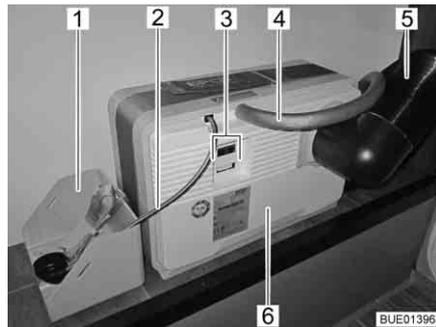
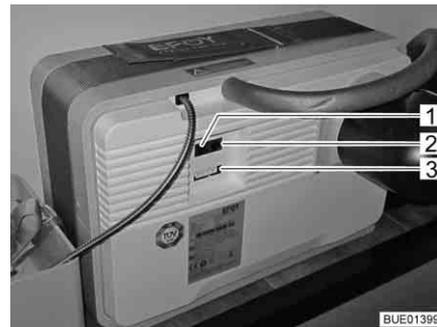
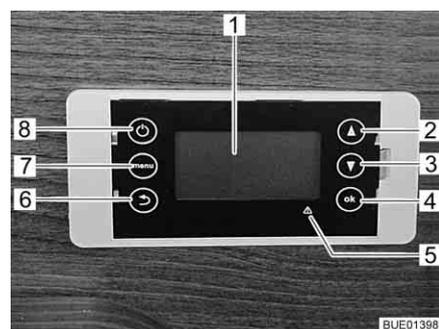

Fig. 155 Pila a combustibile con cartuccia del serbatoio
Fig. 156 Campo di collegamento pila a combustibile
Fig. 157 Centralina di controllo per pila a combustibile
La pila a combustibile è composta da diversi componenti che sono montati nel gavone di coda (Fig. 155) e da una centralina di controllo (Fig. 157) posto nel vano abitabile.
Sulla pila a combustibile (Fig. 155,6) si trovano:
- il collegamento per il tubo di scarico (Fig. 155,4) o l'apertura di rifornimento per il fluido di servizio
- il condotto del calore disperso (Fig. 155,5)
- collegamenti elettrici (Fig. 155,3) con interfaccia dati (Fig. 156,2), collegamento dell'apparecchio (Fig. 156,3) e collegamenti per il pannello di controllo (Fig. 156,1)
Alla pila a combustibile appartiene una cartuccia del serbatoio che viene collegata tramite il relativo collegamento (Fig. 155,2) alla pila a combustibile (Fig. 155,6).
La cartuccia del serbatoio è fissata al rispettivo supporto (Fig. 155,1).
La pila a combustibile carica automaticamente le batterie del vano abitabile non appena la loro tensione scende sotto i 12,3 V e la pila a combustibile viene attivata tramite il tasto On/Off (acceso/spento) (Fig. 157,8).
Il display (Fig. 157,1) della centralina di controllo è a quattro righe.
Il tasto Menu (Fig. 157,7) consente di richiamare il menu principale:
In caso di guasti l'indicazione di guasto in rosso (Fig. 157,5) si accende e sul display viene visualizzato un avviso. L'avviso contiene un codice di errore e indicazioni sulle possibili soluzioni del guasto.